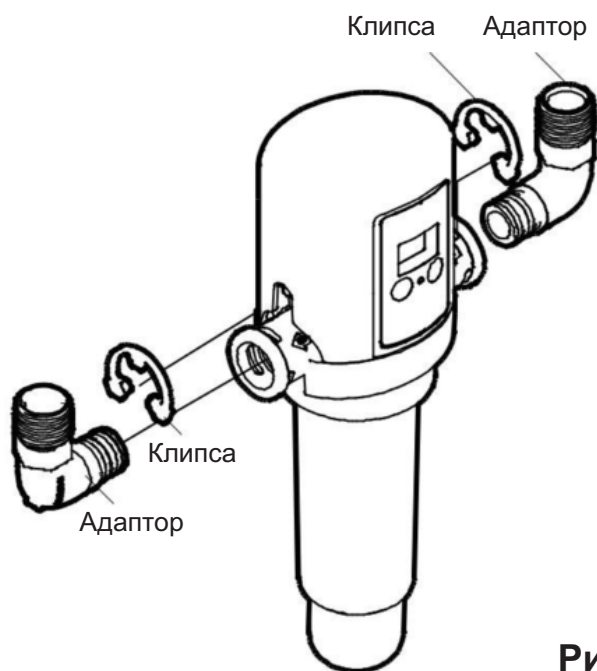

Рис. 9
1. Вставить адаптеры в отверстия с обеих сторон головы фильтра (см. рис. 9).